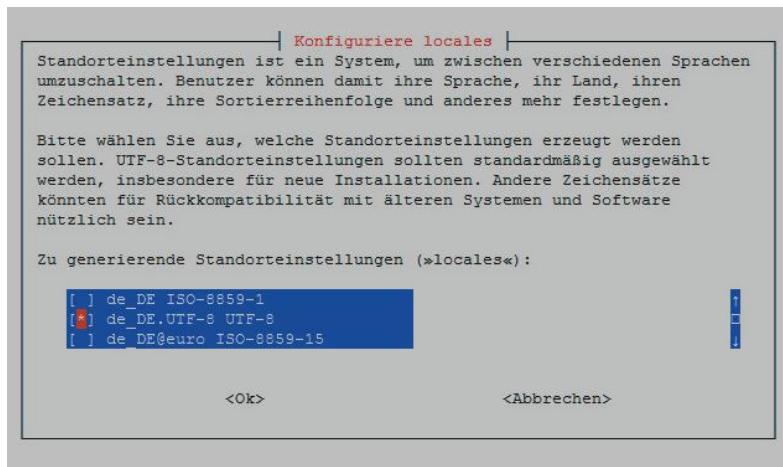

Bild 3: Einstellung des Zeichensatzes
7. Nachdem die Befehlszeile mit „Enter“ ausgeführt wurde, werden wir nun nochmals aufgefordert, den Zeichensatz einzustellen, für Deutschland empfiehlt sich „de\_DE.UTF-8“, welcher optimaler Weise bereits unter Schritt 5 eingestellt wurde (Bild 3).